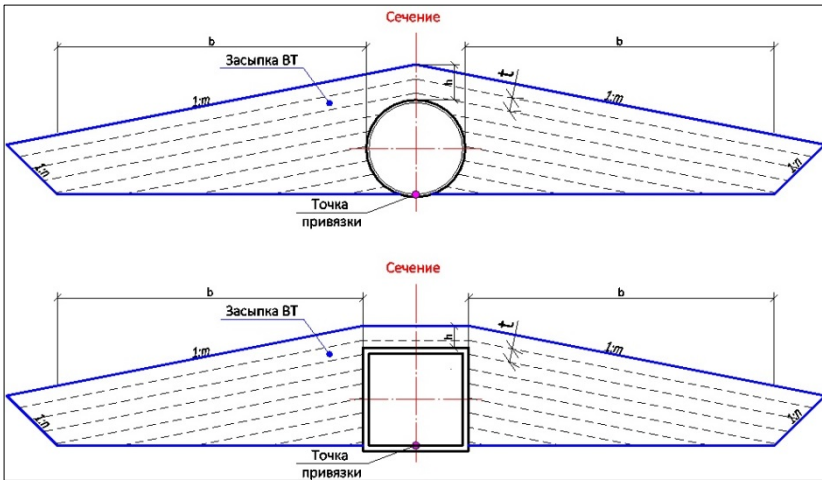

Рис. 10.24
- ✓ **однослойная** (рис. 10.24).